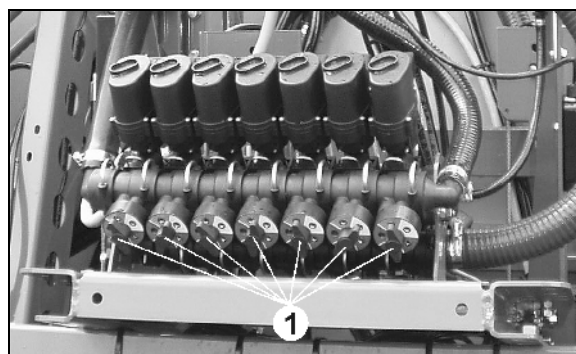
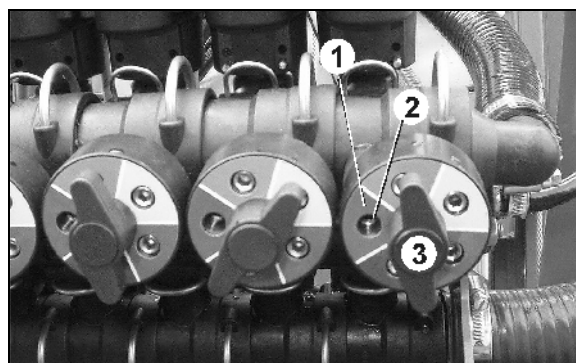

Fig. 3
Fig. 4
7. De farvede felter på konstanttryk-forvalgsskiverne (Fig. 3/1) svarer til farven på de enkelte sprøjtedyser. Farveområdet på den valgte sprøjtedyse skal pege mod venstre (Fig. 4/1).
8. Forindstil konstanttryk-armaturet via maskinskruerne (Fig. 4/2).
- o Drej på pinolskruen (Fig. 4/2) til indstilling af kontantryk-enheden, der passer til delbreddeventilen, indtil sprøjtetrykvisningen atter viser et sprøjtetryk på præcis 4 bar. Åbn derefter delbredden.
10. Når konstanttrykket er forindstillet for den enkelte dyse, kan konstanttrykket efter dyseskift tilbagestilles til den pågældende dysefarve efter ved at dreje konstanttryk-forvalgsskiven. Løsn i den forbindelse fløjmotorikken (Fig. 4/3) - træk konstanttryk-forvalgsskiven frem, og drej den - spænd fløjmotorikken.